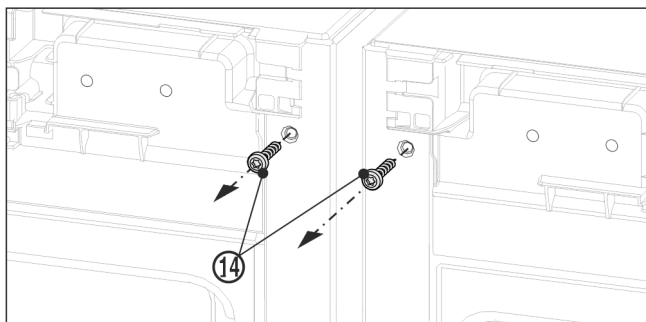

Fig. 12
- ▶ Pred namestitvijo zgornjega kotnika izvijte oba ozemljitvena vijaka Fig. 12 (14).